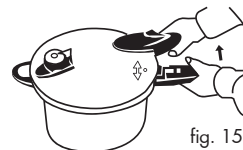

fig. 15
b) Drej det øverste håndtag mod uret (fig. 15).